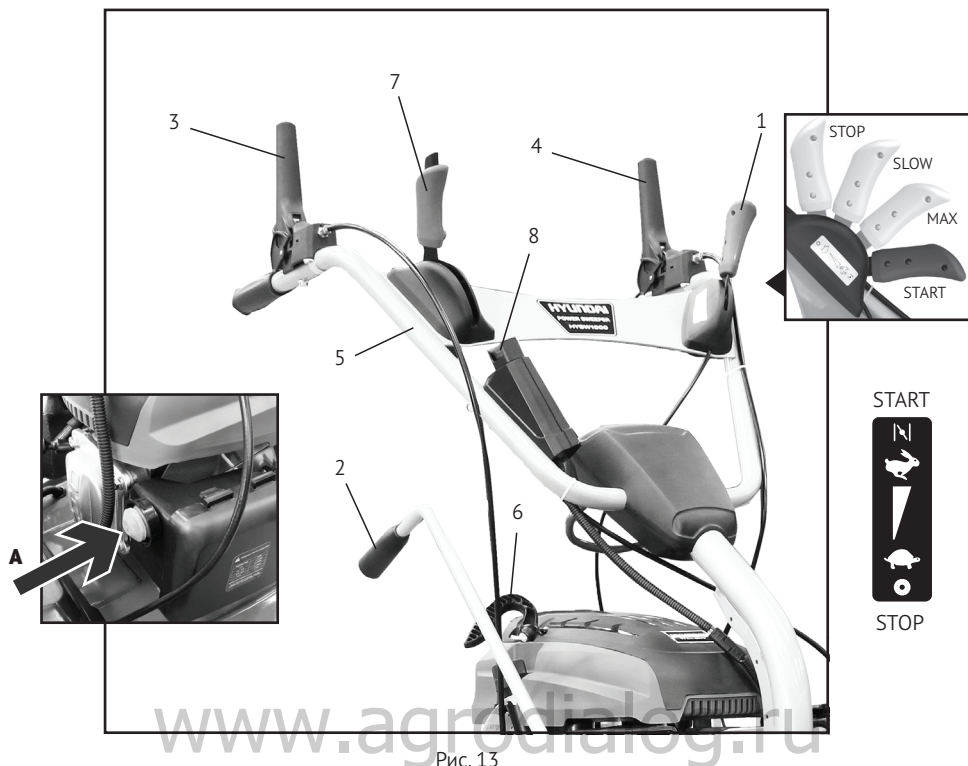

Рис. 13
- Установите рычаг регулировки оборотов двигателя 1 в крайнее положение (START), т.е. до упора вперед. В этом положении воздушная заслонка будет переведена в положение «Закрыто» для запуска холодного двигателя (Рис. 13).
- Подкачайте топливо, нажав на насос подкачки топлива (Рис. 13, А) 3-5 раз. В случае, если двигатель прогреет, нажмите на насос всего 1-2 раза.
- Запустите двигатель, используя ручной стартер 6 (Рис. 13). Медленно потяните рукоятку ручного стартера до тех пор, пока не почувствуете повышенное сопротивление. После этого быстрым, но плавным движением вытяните рукоятку ручного стартера на полный взмах руки.
- Выберите оптимальную для работы скорость вращения щетки 7. Опустите рычаг привода щетки 4 для начала работы (Рис.13).
- Нажмите рычаг привода движения 3 (Рис. 13). Колеса приведены в движение, щетка вращается. Для остановки вращения щетки и остановки движения отпустите рычаги.
- Передвиньте рычаг регулировки оборотов двигателя 1 в положение STOP (Рис. 13).
- Установите рычаг регулировки оборотов двигателя 1 в крайнее положение (START), т.е. до упора вперед. В этом положении воздушная заслонка будет переведена в положение «ЗАКРЫТО» для запуска холодного двигателя (Рис. 13).
- Подкачайте топливо, нажав на насос подкачки топлива (Рис. 13, А) 3-5 раз. В случае, если двигатель прогрет, нажмите на насос всего 1-2 раза. При очень низкой температуре и при отсутствии запуска повторите процедуру подкачки топлива (до 3-х раз).
- Передвиньте рычаг регулировки оборотов двигателя 1 в положение STOP (Рис. 13). Двигатель будет остановлен.